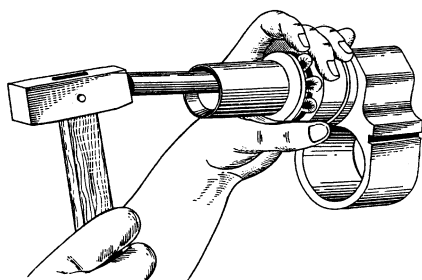

Рис. 120.
1.13. Від'єднати обойму від газового циліндра, для чого за допомогою молотка та вибивача (рис. 120) від'єднати газовий циліндр від обійми.